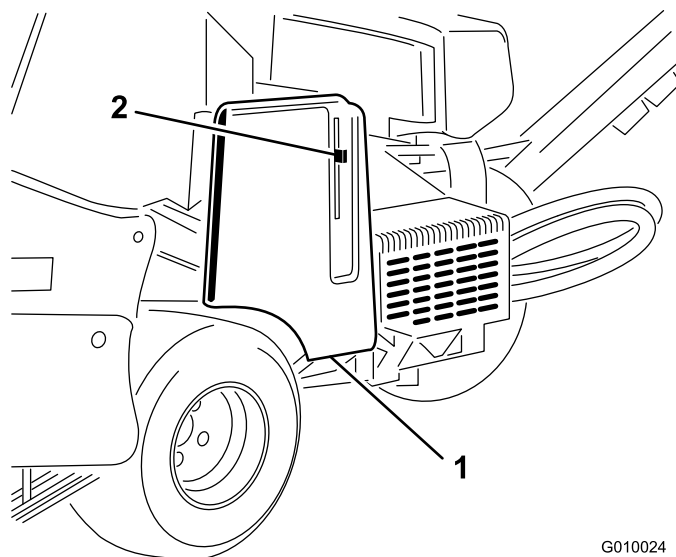

図 18
2. ベルト・カバーのラッチを外し、カバーを取り外す (図 18)。